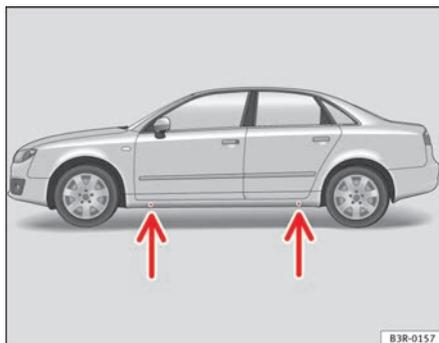

Fig. 179 Troca da roda:
- Procure na longarina inferior o **ponto de apoio** mais próximo da roda furada ⇒ fig. 179 -setas-.
Na longarina inferior estão marcados os sítios nos quais o macaco pode exercer o apoio ⇒ fig. 179 -setas-. Foi previsto *um* sítio para cada roda. O macaco não deve ser aplicado noutros pontos.